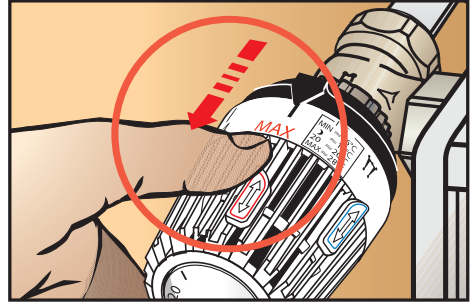

Abb. 1: Sparclip zurück schieben
- Den Sparclip ganz zurück schieben (Abb. 1).